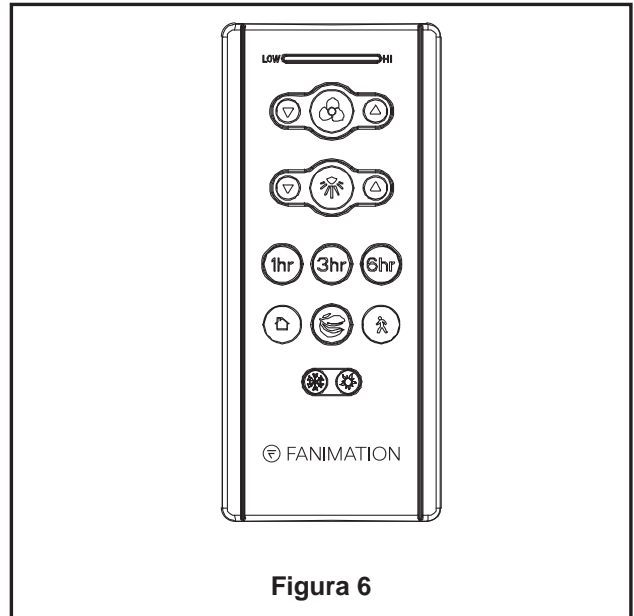

Figura 6
8. Funciones del control remoto: (Figura 6)